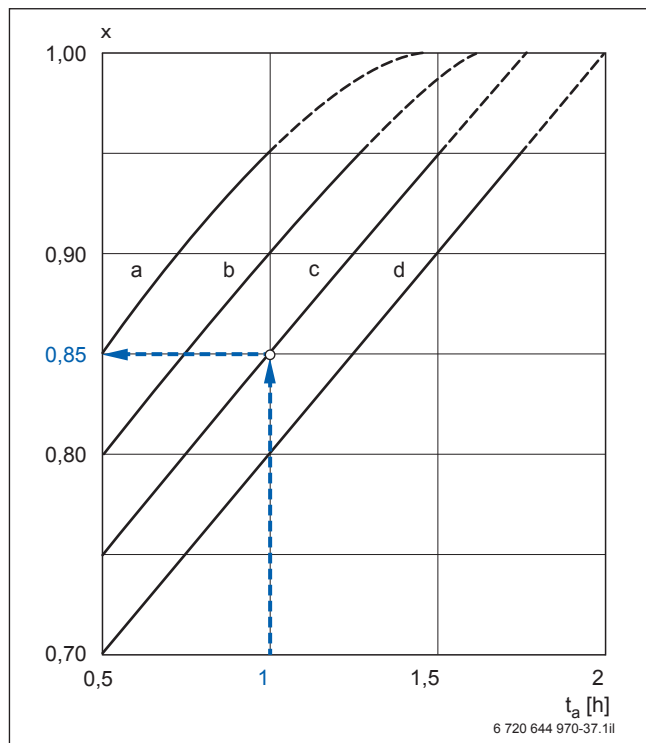

Bild 48 Übertragungs-Korrekturfaktor x; Beispiel blau hervorgehoben (Vorlage → Bild 127, Seite 146)
Das Bild 175 (→ Seite 170) zeigt den Übertragungs-Korrekturfaktor x in Abhängigkeit von der Aufheizzeit (Beispiel → Bild 48). Wenn die Rücklauf-temperatur höher als die Speichersolltemperatur ist, gilt die Kurve a (für 60 °C Speichersolltemperatur) oder Kurve b (für 45 °C Speichersolltemperatur). Wenn die Rücklauf-temperatur unter der Speichersolltemperatur liegt, gelten die Kurven c oder d entsprechend.
- Es gilt Kurve c (→ Bild 48): Übertragungs-Korrekturfaktor  $x = 0,85$
**Legende zu Bild 48:**